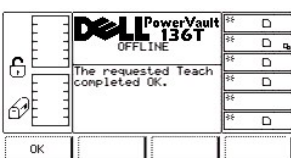

図 118. Service > Library > Exercise > Teach > Teach Completed ダイアログ
- 1 OK ソフトキーの下にあるボタンを押すと、フィールドの値が適用されます。図 117 と 図 118 を参照してください。